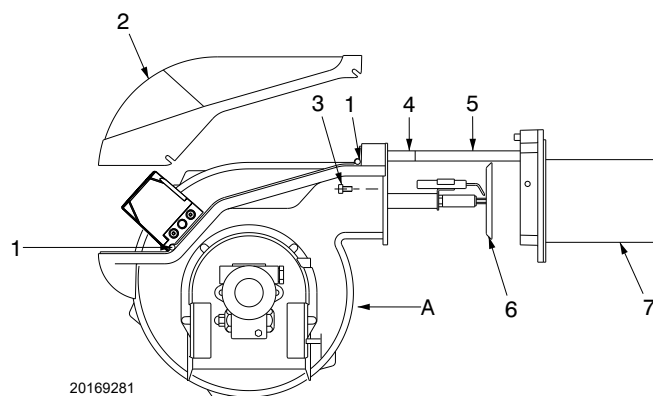

Fig. 39
- arretrare la parte A tenendola leggermente sollevata per non danneggiare il disco 6) sul boccaglio 7)(Fig. 39).